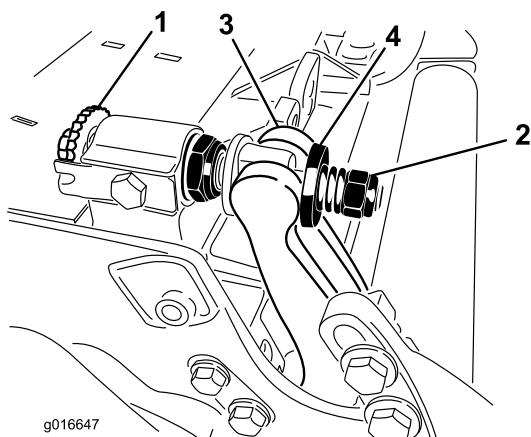

Figura 30
- Ruotate le viti di regolazione della barra di appoggio in senso antiorario per allontanare la controlama dal cilindro (Figura 30).
- Allentate il dado di tensione della molla, finché la rondella non sarà più in tensione contro la barra di appoggio (Figura 30).